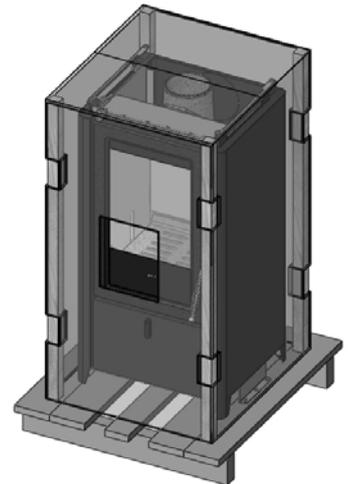

Abbildung 2 - Verpackung des Kaminofens Bahr
- eine Verpackung enthält den Kaminofen mit den beiden montierten Seitenwänden Abb. 2.